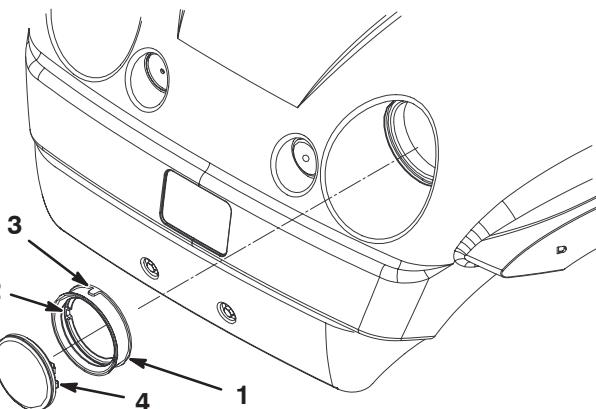

Bild 45
4. Entfernen Sie die Gummidichtung vom Scheinwerfer (Bild 45). Entsorgen Sie den alten Scheinwerfer.
5. Fließen Sie die Auskerbung an der Innenseite der Dichtung mit der Auskerbung am neuen Scheinwerfer aus (Bild 45). Schieben Sie die Dichtung auf den neuen Scheinwerfer, bis die Dichtung fest anliegt.